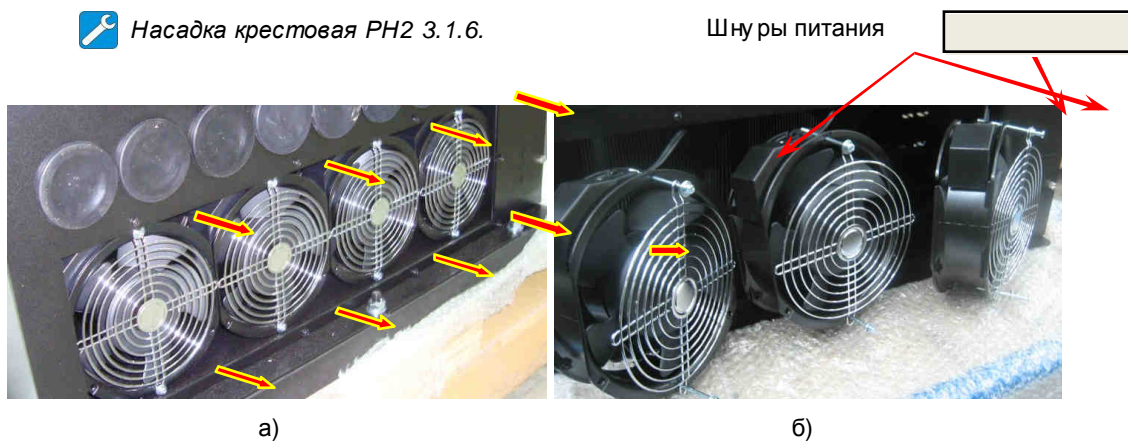

Рис. 6.9.
6.8.1. Выкрутить восемь винтов крепления вентиляторов охлаждения радиатора (рис. 6.9а) и положить их в тару.
6.8.2. Достать из корпуса вентиляторы, отключить шнуры питания (рис. 6.9б), демонтировать решётки вентиляторов и положить вместе с вентиляторами в тару.